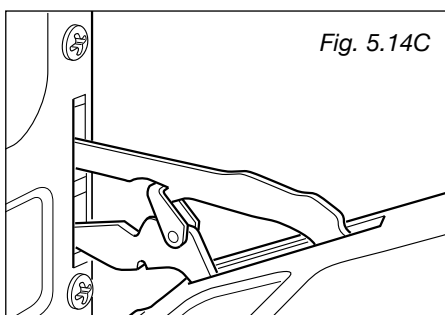

Fig. 5.14C
- Refermez doucement la porte et retirez les tiges des charnières inférieures de leur emplacement (fig. 5.14C).